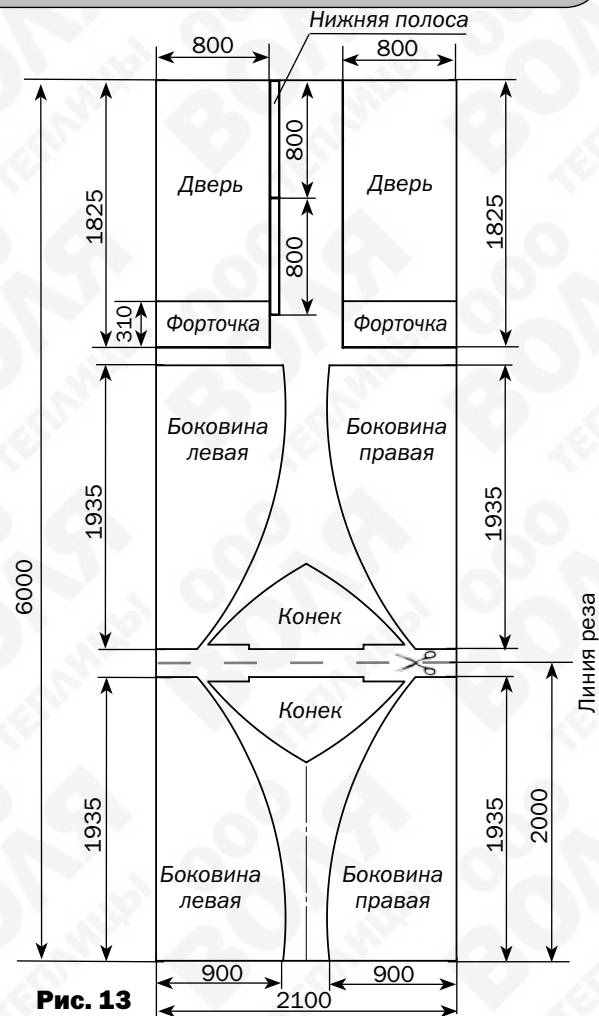

Рис. 13
**РАСКРОЙ ЛИСТА ПОЛИКАРБОНАТА ВЫПОЛНЯЙТЕ СТРОГО В СООТВЕТСТВИИ С РИС. 13 И РИС. 14**
**1.** Раскройте лист покрытия для торцов. Для этого отрежьте от листа поликарбоната кусок 2 метра длиной (см. линии реза на **рис.13**). Чтобы сделать шаблон покрытия, приложите вырезанный кусок к собранному торцу теплицы и, не снимая защитной пленки с поликарбоната, нанесите разметку шаблона на листе покрытия по деталям **4в** и **4н** с припуском (**рис.14**). При разметке край листа строго совмещается по кромке деталей **7** и **8**, а верхняя кромка выше на 30 мм нижнего края детали **5**. Вырежьте шаблон. Разметьте оставшуюся часть листа, используя вырезанный шаблон, в соответствии со схемой раскройки (**рис.13**).